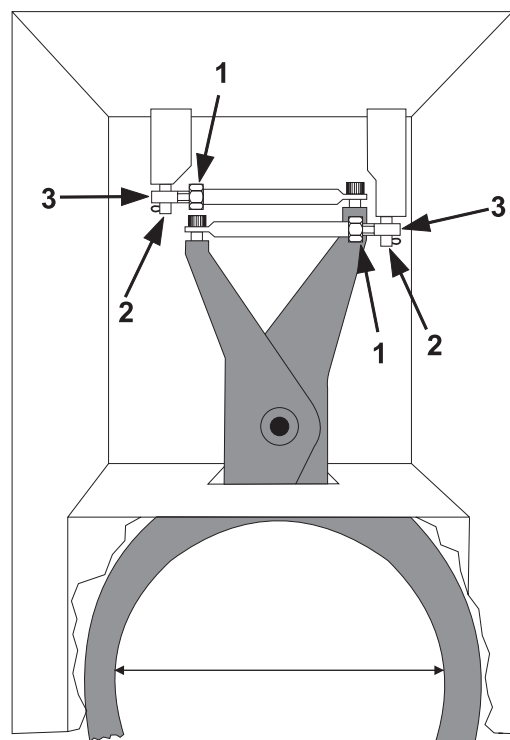

Fig. 3
Kedelarmene skal være hævet til normal arbejdsposition. Kontramøtrikkerne (1) løsnes (fig. 3). Udtag låsesplitterne (2). Drej boltene (3) indtil den korrekte fastspænding af kedlen er fundet. Ved at dreje boltene **ud** af udviderrøret øges fastspændingen. Start med at dreje den ene bolt ½ omgang.